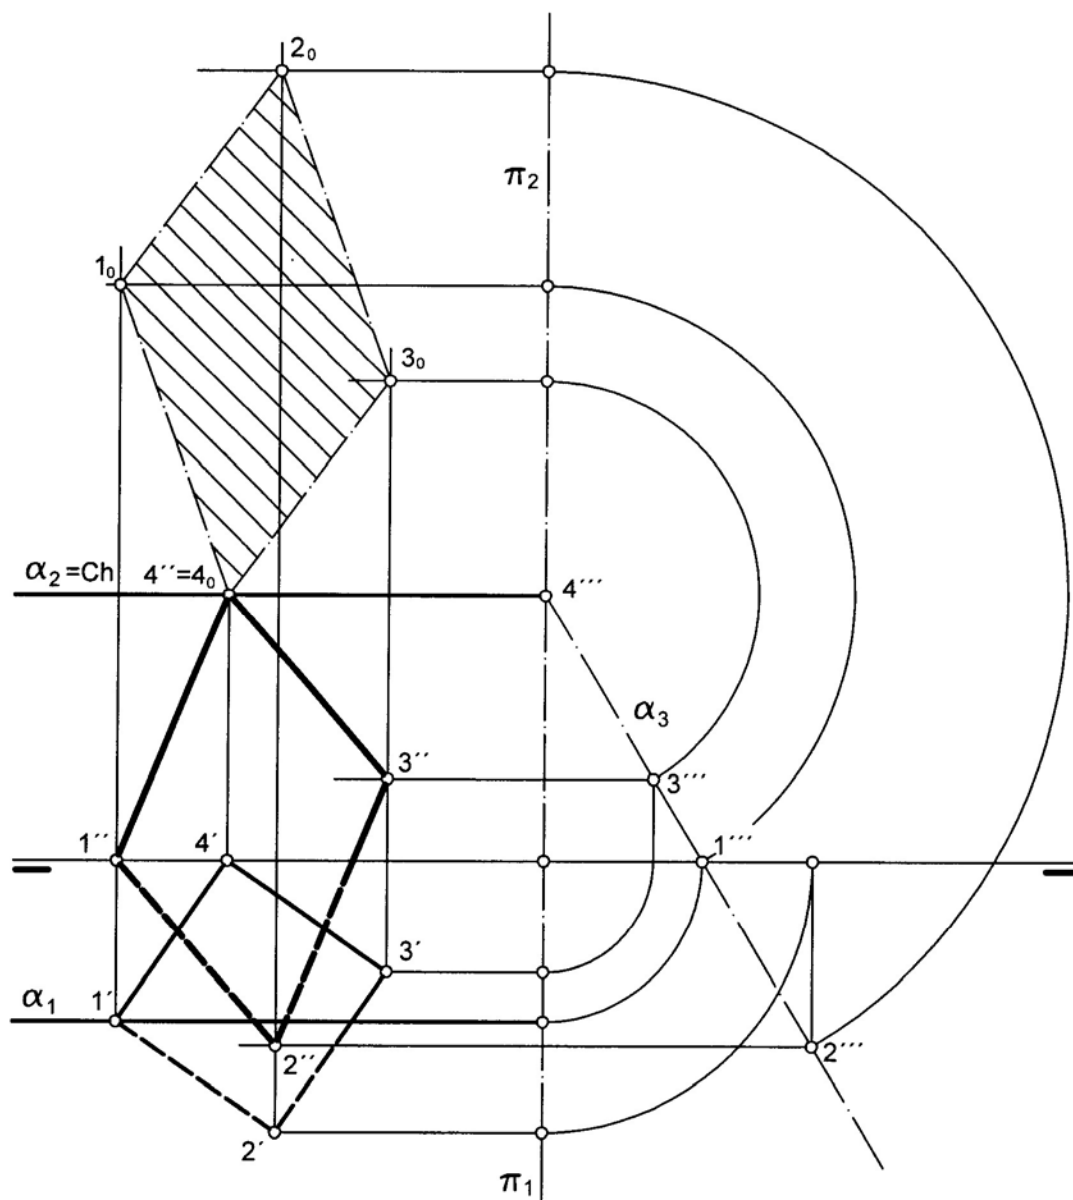

Figura 1. Solución del ejercicio 1.
1. Dada la proyección horizontal de una forma plana contenida en el plano α , determinar la correspondiente proyección vertical y su verdadera magnitud. Definir correctamente su visibilidad. Trabajar con especial cuidado, identificando líneas y puntos de la representación, atendiendo a grosores según normas. Resolver en la misma figura 1 (2 puntos).